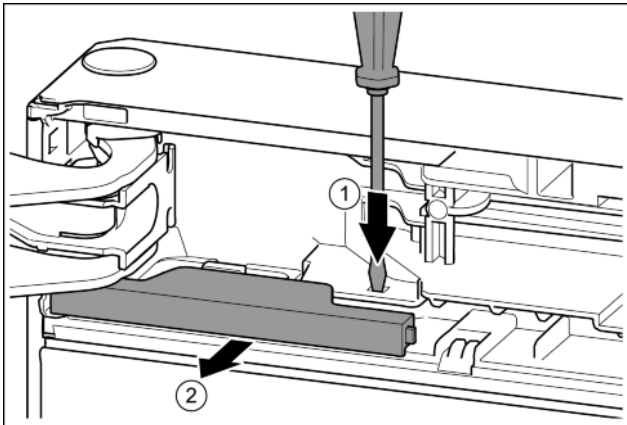

Fig. 9
- Apăsați eclisa cu șurubelnița plată. Fig. 9 (1)
- Trageți capacul din elementul de blocare. Fig. 9 (2)